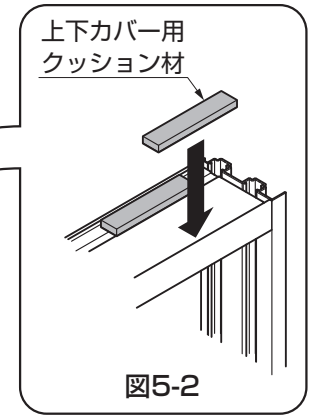
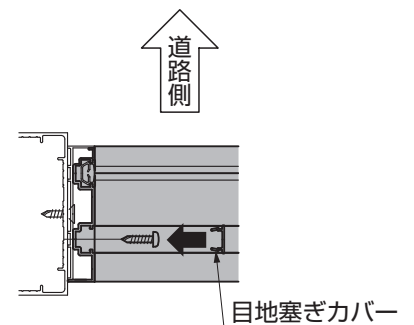

図5-2
図5-3 A部断面詳細図
- ①上下カバー用クッション材を縦長格子タイプ 本体W15上側に貼付けてください。(図5-2参照)
- ②縦長格子タイプ 本体W15を縦部材に【1-2】で取付けてください。
- ③格子カバー上下用を縦長格子タイプ 本体W15の上下にはめ込んでください。
- ④目地塞ぎカバーを縦長格子タイプ 本体W15にはめ込んでください。(図5-3参照)
- ⑤縦長格子タイプ 本体W15両面全ての養生シートをはがしてください。